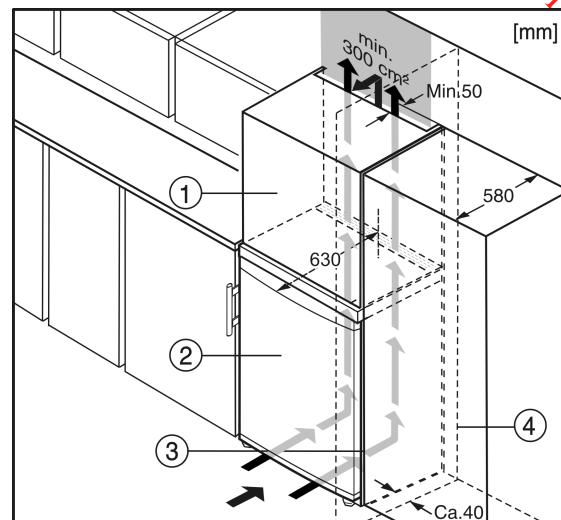

Fig. 5
(1) Aufsatzschrank
(2) Gerät
(3) Küchenschrank
(4) Wand
Das Gerät kann mit der Kücheneinrichtung umbaut werden. Um das Gerät Fig. 5 (2) der Küchenzeilenhöhe anzugeleichen, kann über dem Gerät ein entsprechender Aufsatzschrank Fig. 5 (1) angebracht werden.
Beim Umbau mit Küchenschränken (Tiefe max. 580 mm) kann das Gerät direkt neben dem Küchenschrank Fig. 5 (3) aufgestellt werden. Die Gerätetür steht seitlich 34 mm und in der Gerätemitte 50 mm gegenüber der Küchenschrankfront vor. Sie lässt sich dadurch einwandfrei öffnen und schließen.
Wenn das Gerät mit den Scharnieren neben einer Wand Fig. 5 (4) aufgestellt wird, muss der Abstand zwischen Gerät und Wand mindestens 40 mm betragen. Dies entspricht dem Griffüberstand bei geöffneter Tür.